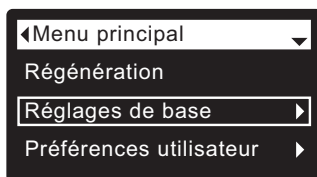

FIG. 49
1. À partir d'un écran d'état dynamique, appuyez sur le **SÉLECTEUR (O)** pour afficher le **Menu principal**.
2. Appuyez sur le bouton **BAS (▼)** pour faire défiler les options du menu et mettre en évidence **Réglages de base** (cf. Figure 49).